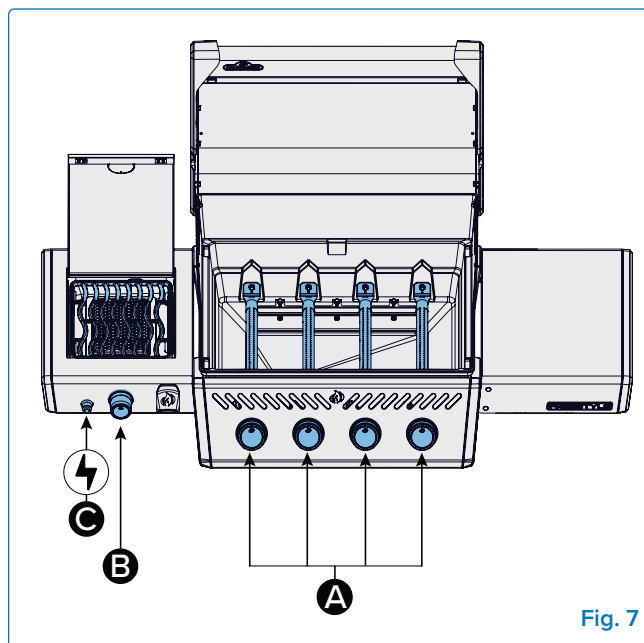
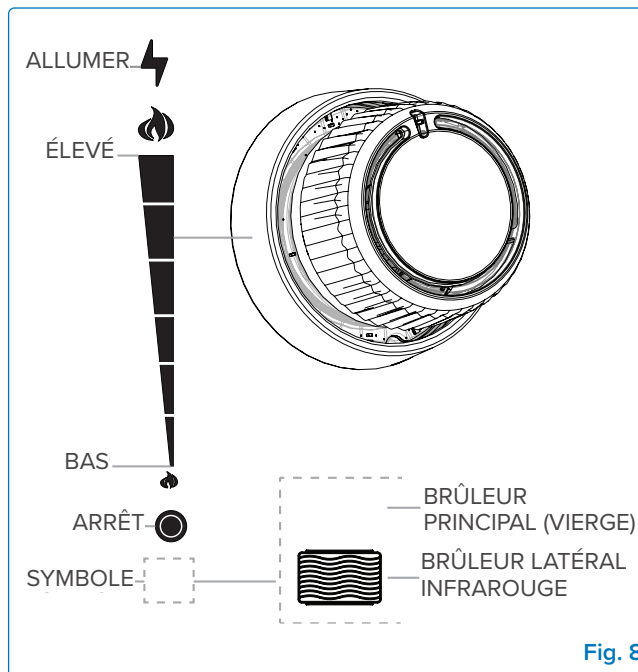
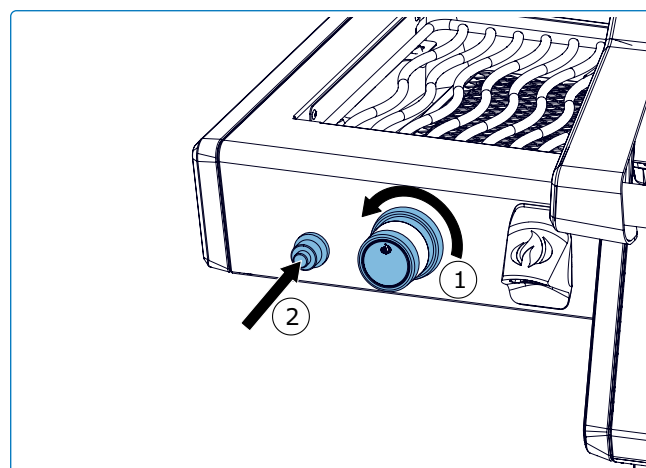

Fig. 7
Fig. 8
Fig. 10
1. Ouvrez le couvercle du barbecue (**Fig. 7**).
2. Appuyez et tournez lentement n'importe quel bouton du brûleur principal dans le sens antihoraire jusqu'à la position HAUTE jusqu'à ce que la veilleuse s'allume. Continuez à appuyer sur le bouton de commande jusqu'à ce que le brûleur s'allume, puis relâchez-le (**Fig. 7-A, Fig. 8**).
2. Appuyez sur le bouton du brûleur latéral et tournez-le lentement dans le sens inverse des aiguilles d'une montre jusqu'à la position HIGH (**Fig. 7-B, Fig. 8, Fig. 10**).
3. Appuyez sur le bouton d'allumage et maintenez-le enfoncé jusqu'à ce que le brûleur s'allume, ou allumez-le à l'aide d'une allumette (**Fig. 7-C, Fig. 10**)